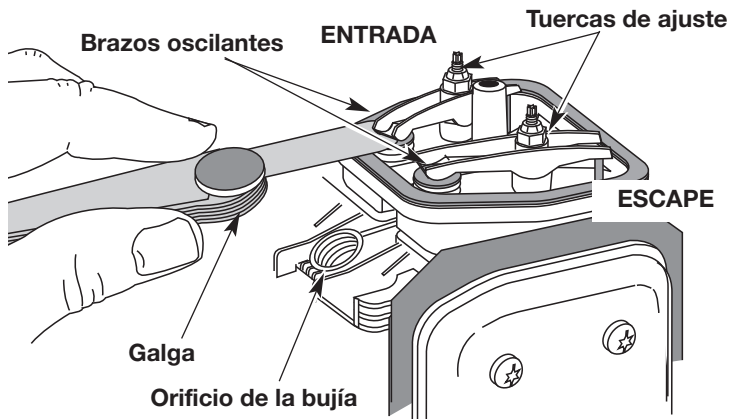

Fig. 29
- El pistón se encuentre en la parte superior de su recorrido mientras mira dentro del orificio de la bujía de encendido (Fig. 29).
7. Deslice la galga entre el brazo oscilante y el resorte de retorno de la válvula. Mida el huelgo entre el vástago de la válvula y el brazo oscilante (Fig. 29). Realice esto en las válvulas de entrada y de escape.
El huelgo recomendado para las válvulas de entrada y de escape es 0,076 – 0,152 mm (0,003 – 0,006 pulgadas). Use un calibrador regular de automóvil de 0,127 mm (0,005 pulgadas). El calibrador debe deslizarse entre el balancín y el vástago de la válvula con una ligera cantidad de resistencia, sin doblarse (Fig. 29 y 30).